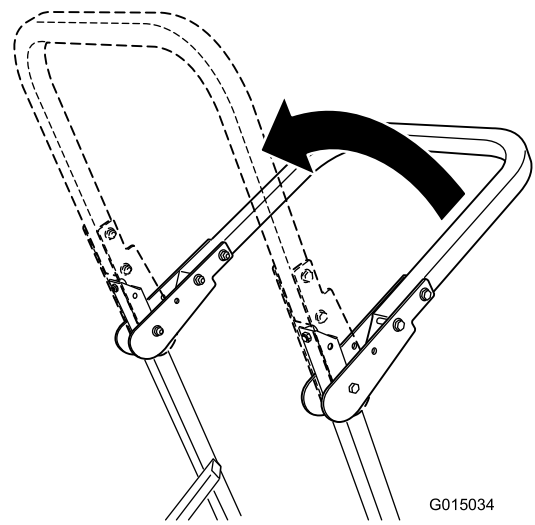

Figura 10
2. Eleve la barra a la posición vertical (Figura 10).
4. Para bajar la barra anti-vuelco, retire la chaveta y el pasador de bloqueo (Figura 10).